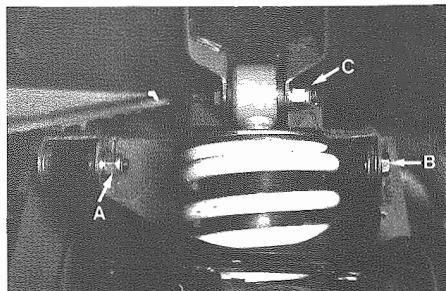

Fig. 2 - A - Viti fissaggio braccio sup. al telaio
- Allentare ed estrarre le viti fissaggio braccio superiore al telaio A e B (**Fig. 2**).
- Loosen and remove screws fixing upper arm to the frame A and B (**Fig. 2**).